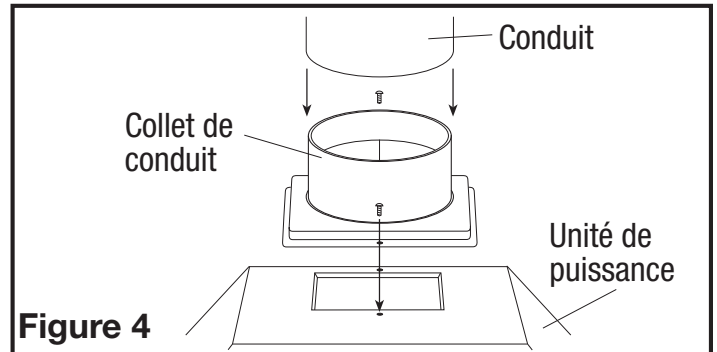

Figure 4
1. Installez le collet de conduit sur la hotte avec les deux vis #6 à tête épointée (**Figure 4**).
2. Quand il y a accès au dessus de l'unité, reliez la canalisation au collier de conduit et fixez-la en place en utilisant un ruban adhésif pour sceller tous les joints (**Figure 4**).